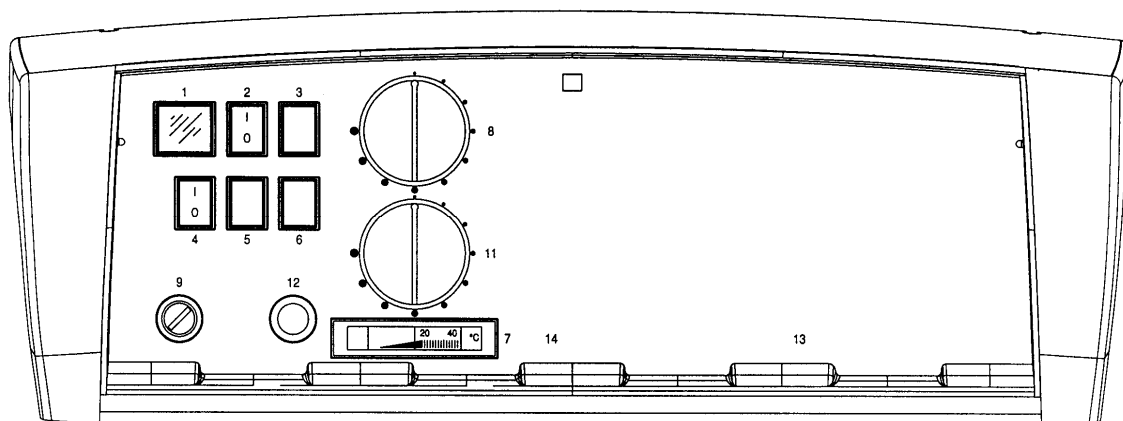

Fig. 3
3.4 PANNELLO COMANDO OPZIONALE (Fig. 3)